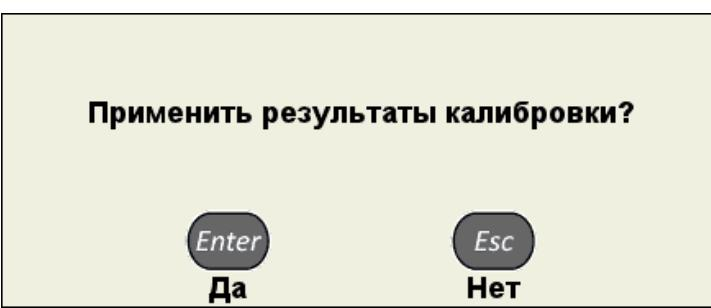

Рисунок 18
- нажать клавишу . Откроется подтверждающее окно (рисунок 18);